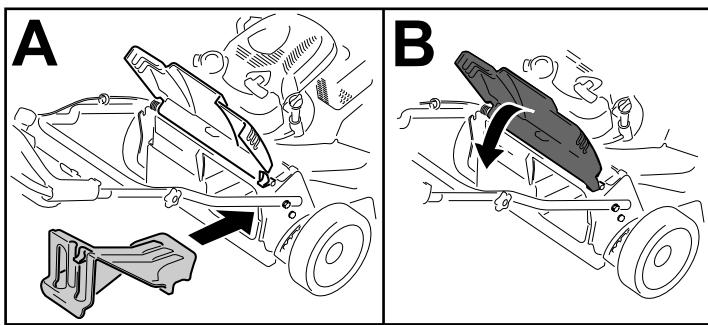

Рисунок 23
- Если задняя выпускная заглушка не установлена, возьмите ее за рукоятку, поднимите заднюю дверцу и вставьте ее в желоб заднего выброса, пока защелка не зафиксируется на месте, см. Рисунок 23.
Внимание: Убедитесь, что задняя выпускная заглушка установлена на своем месте, и произведите утилизацию травы и срезанных листьев (Рисунок 23).